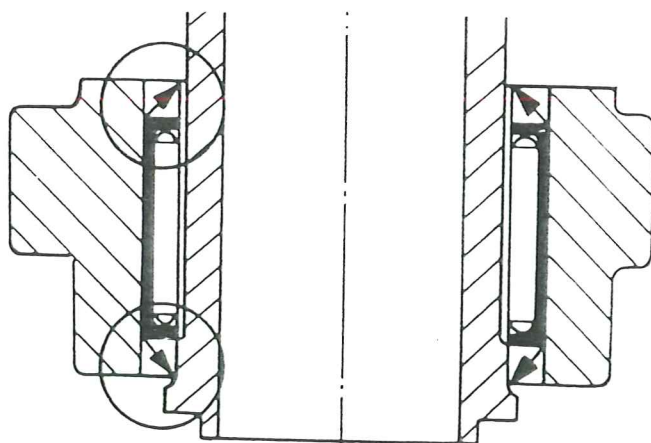

Fig. 28
2. Fetta in nållagret (12) med universalfett och driv in det i gaffeln med hjälp av verktygen 884259 och 9991801 samt pressa in de båda tätningarna (13) med hjälp av samma verktyg. Obs! Tätningarna skall täta mot vatten, se fig. 28. Klistra bussningen (11) med Araldit det.nr 814355 och montera den i gaffeln med flänsen vänd ner mot backhaken.
3. Montera backhaken i gaffeln och skruva fast styrpluggarna (14).
4. Placera gaffeln med backhaken på plats i mellanhuset och pressa i styvspindeln tills kragen bottenar. Obs! Glöm ej slitbrickan (25) mellan gaffelns nedre fäste och mellanhuset samt de två plastbrickorna (16 och 60) på var sin sida om lagringen (43). Iakttag försiktighet vid montering av styvspindel så att inte undre tätningsskivan skadas.
6. Montera växelloket samt skjut in axeln (4) och lås med en saxpinne. Obs! En bricka (5) skall vara monterad på var sida om saxpinnen.